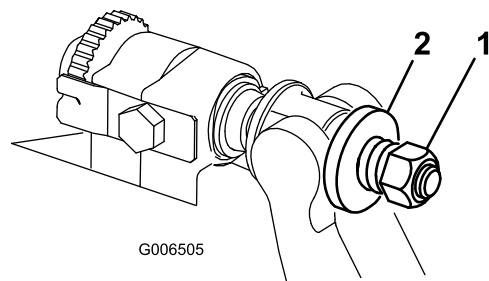

Figura 33
6. Strângei piulia pentru tensionarea arcului până când arcul este pliat, apoi deurubai-o jumătate de rotaie (Figura 33).